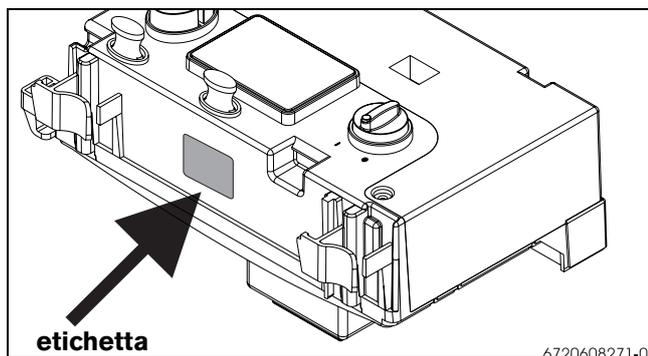

Fig. 19
5.1 Trasformazione gas per apparecchi con l'etichetta riportante il cod. HTAF 3 xxx presso il quadro comandi (→Fig. 19)